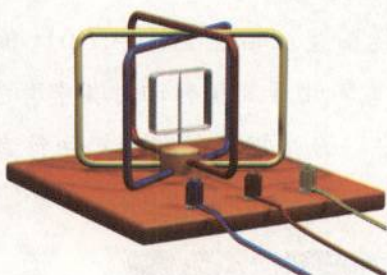

图 4.7-9 这样配置的线圈，连接到三相电源时能产生旋转的磁场。
交流感应电动机就是利用电磁驱动的原理工作的。按图4.7-9配置的三个线圈连接到三相电源^①上，就能在线圈中间产生特殊的磁场。这个磁场就像图4.7-8中旋转的蹄形磁铁的磁场一样。于是，磁场中的导线框也就随着转动。